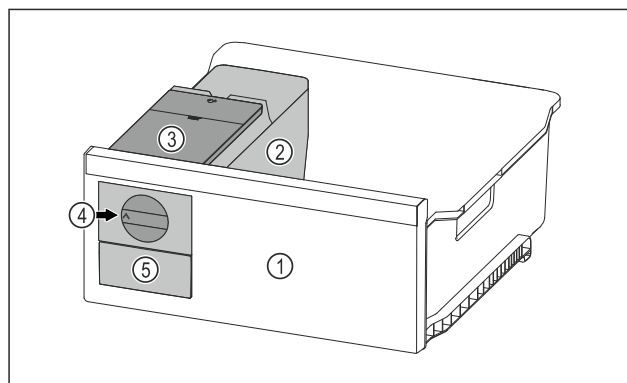

Fig. 179 Przykładowa prezentacja
- Pokrętkę Fig. 179 (4) obrócić zgodnie z ruchem wskazówek zegara.
- Kostki lodu wypadają do pojemnika na kostki lodu w szufladzie na kostki lodu Fig. 179 (5). Jeżeli nie wszystkie kostki lodu zostaną zwolnione z pojemnika na kostki lodu: